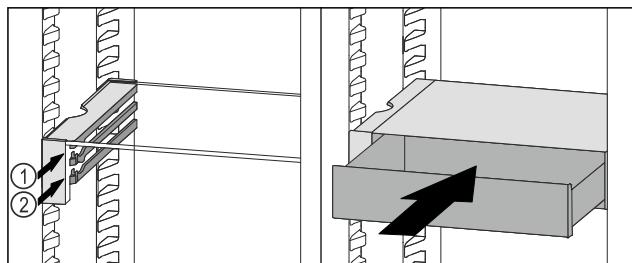

Fig. 70
- Nasadte zásuvku VarioSafe za zarážky na požadovaném žebru Fig. 70 (1) nebo Fig. 70 (2).